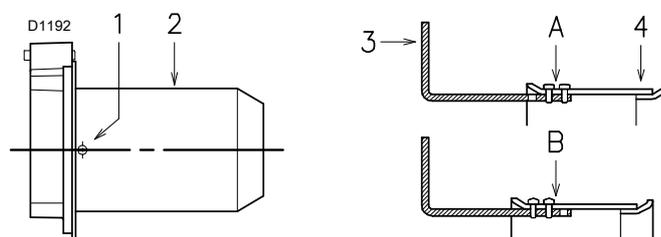

图 13
- 松开螺丝 1) (图 13)，拆下燃烧筒 2)。
- 将拉杆 3) (第 19 页图 13) 从位置 A 移动到位置 B，从而拉回挡板 4)。
- 重新安装燃烧筒 2) (图 13) 和螺丝 1)。